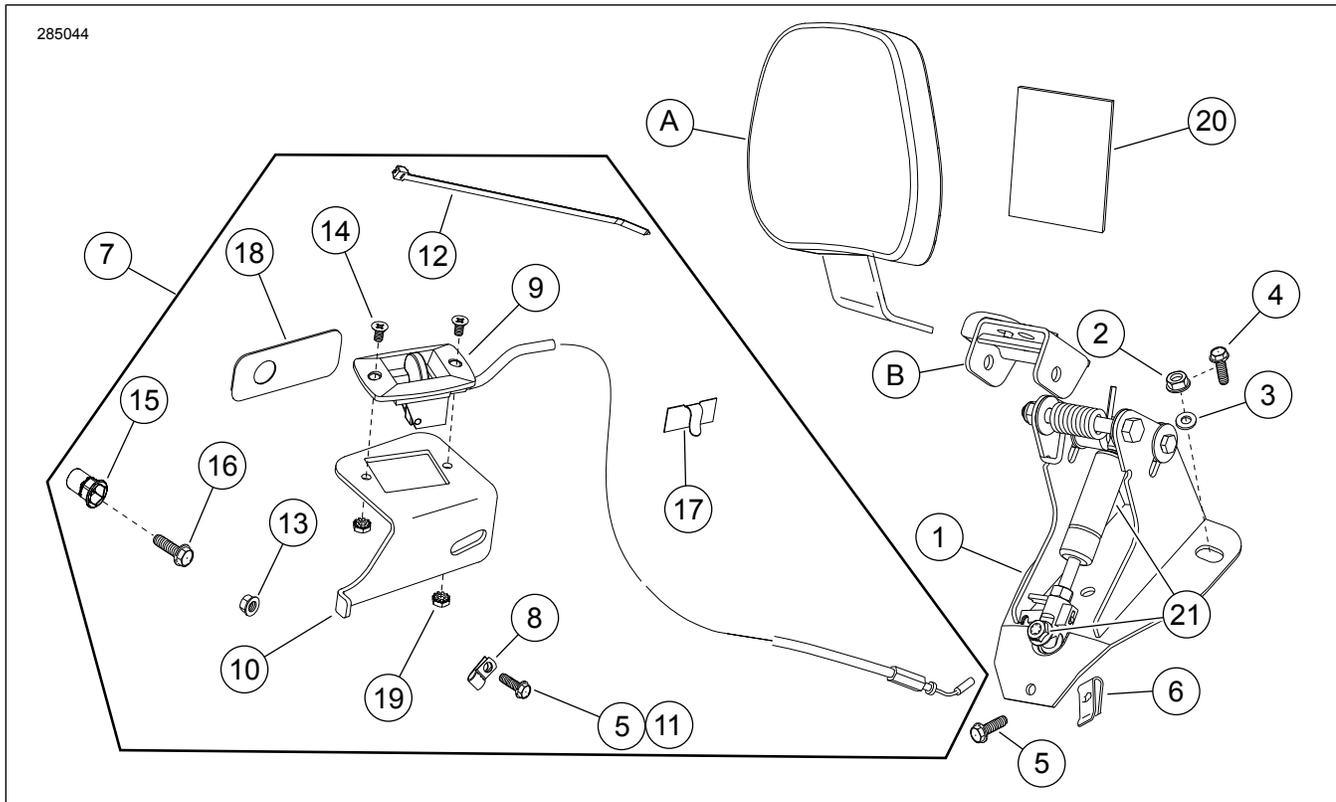

Figura 14. Parti di ricambio: Kit bulloneria di montaggio schienale del pilota regolabile
7. Vedere Figura 14 Prendere la maniglia dell'attuatore e il cavo (10) dal kit.
8. Vedere Figura 14 Inserire il cavo (parte dell'elemento 9) attraverso l'apertura nella staffa della maniglia di regolazione (10) come mostrato. Installare la maniglia di regolazione (parte dell'elemento 9) nella staffa (10) utilizzando le due viti (5). Serrare le viti, ma non eccessivamente.
15. **Modelli per la California con tubo dell'evaporatore del filtro a carbone:** Vedere Figura 14 . Prendere il fermo con retro adesivo (17) dal kit. Usando dell'alcool isopropilico, pulire l'area piatta della staffa della maniglia di regolazione, all'incirca nel punto in cui è stato rimosso il fermo di plastica di serie. Attaccare il fermo alla staffa e far passare il tubo dell'evaporatore dentro il fermo. Ripiegare il fermo per catturare saldamente la tubazione.
17. Vedere Figura 3 Installare la maniglia di regolazione dello schienale (2) nella staffa della maniglia di regolazione (1) come mostrato, con le viti a testa piatta in dotazione (3)(Elemento 5, Figura 14). Serrare le viti a fondo.
2. **Modelli 1999 e successivi:** Vedere Figura 14 . Installare staffa dello schienale (1) come mostrato utilizzando i dadi flangiati (2), le rondelle (3) e la vite (5). **Modelli 1997-1998:** utilizzare viti esagonali (4) e rondelle (3).
4. Vedere Figura 14 Prendere il parasella (20).